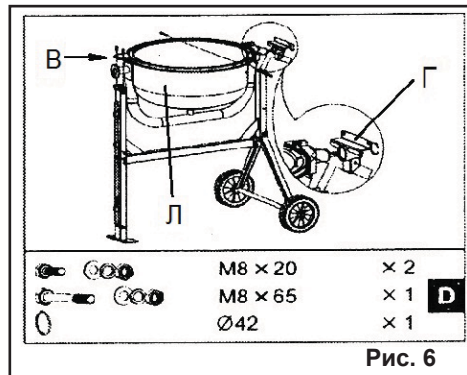

Рис. 6
6.4. Из пакета **D** достаньте крепеж, осторожно, вдвоем установите ёмкость (нижнюю часть) (Л) с опорным рычагом на боковые опоры рамы (В), Рис. 6. На вал ёмкости (нижняя часть) (Л) установите ступицу (Г), по направлениям стрелок в полость, предусмотренную в раме (В)